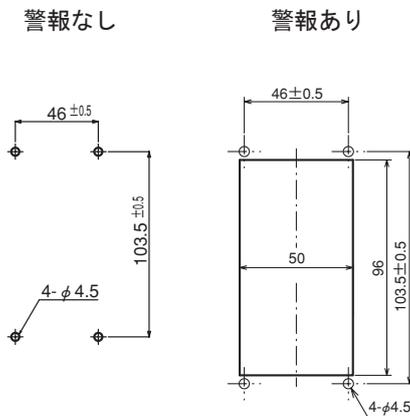

図2 パネルカット
- (1) フローモニタをパネルに取り付ける時のパネルカットを図2に示します。
- (2) 配管応力が直接パネルにかからないように、配管を固定してください。
- (3) フローモニタの取り付けはM4のねじを使用してください。このねじはお客様の所掌となります。ご準備ください。